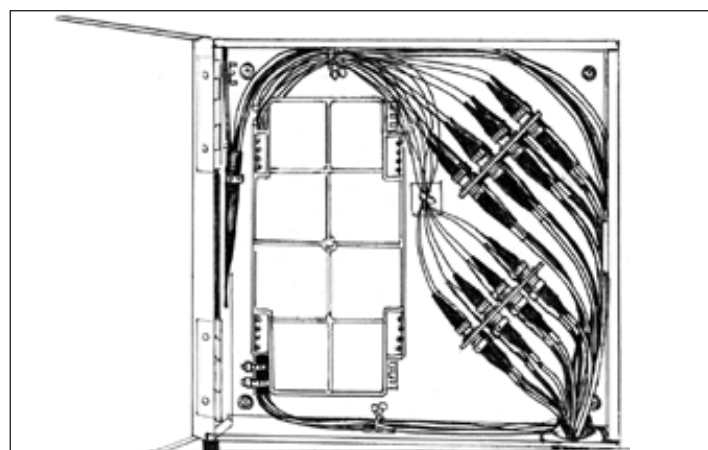

Рис. 3.19. Выкладка кабелей и шнуров в шкафу
3.2.10. Далее производят операции со станционным кабелем, предварительно откручивая пылезащитные колпачки. Окончательное расположение линейного и станционного кабелей внутри шкафа, показано на рис. 3.19. По окончании работ шкаф закрывают на ключ.